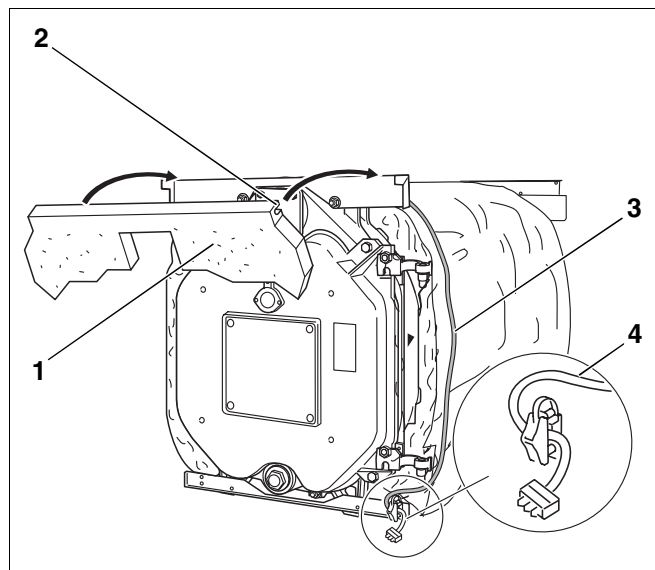

Fig. 34 Montasje – fremre isolasjon
- Skyv åpningen (fig. 34, **pos. 2**) i den fremre isolasjonen (fig. 34, **pos. 1**) på den fremre kanten til den øvre traversen.
- Før brennerkabelen (fig. 34, **pos. 3**) på isolasjonen ned langs siden av kjelblokken.
- Fest brennerkabelen med strekkavlastning til den nedre tverrtraversen ved hjelp av to skruer (fig. 34, **pos. 4**).